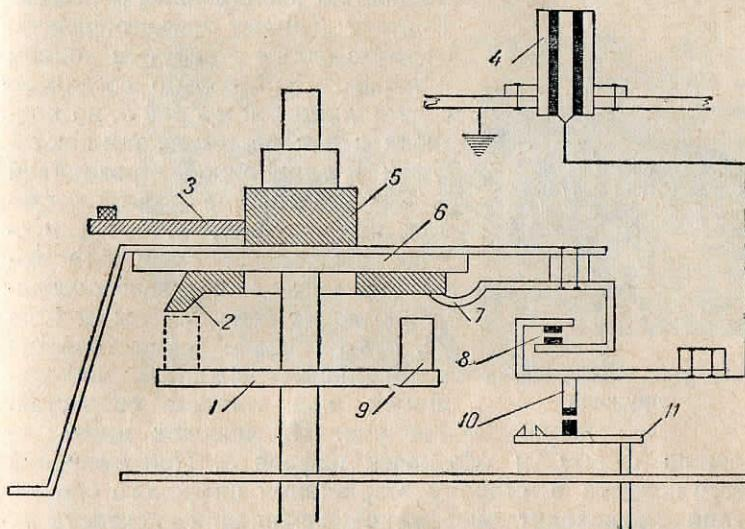
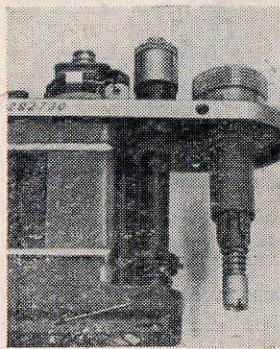

Рис. 163. Схема синхроустройства в аппарате «Зенит-С»
Рис. 164. Пластинчатая пружина
**Синхроустройство.** Работа синхроустройства в аппарате «Зенит-С» происходит в следующем порядке (рис. 163).
полнительные контакты 8, а для того, чтобы эти контакты могли размыкаться после срабатывания затвора, к верхнему контакту в нижнем его отводе укреплен изоляционный столбик 10, который после срабатывания затвора размыкается рычагом 11. Назначение защелки — удерживать вторую шторку до определенного времени в раскрытом состоянии. Работает защелка в синхроустройстве следующим образом. Верхнее положение ее постоянно удерживается пластинчатой пружиной 1, указанной на рис. 164. При нажатии на спусковую кнопку пружинная пластина отжимается, увлекая за собой и рычаг 11 (рис. 163). Спускаясь вниз, рычаг 11 освобождает упор столбика 10, который в силу своей упругости устремляется книзу; вследствие этого и замыкаются контакты 8.
На рис. 163 поводок имеет условную форму и обозначен цифрой 3. При смещении этого поводка в сторону возрастания цифрового обозначения происходит опережение замыкания контакта 9, а следовательно, и самой вспышки.
Контакты не замыкаются во время работы затвора. Для устранения неисправности снимают верхнюю крышку и, как уже было сказано выше, при помощи лампочки и батарейки карманного фонаря или от другого источника тока в 3—5 в проверяют всю систему синхрозамыкания через штеккер 4 (рис. 163).
контакт книзу так, чтобы он все время соприкасался с нижним контактом и обязательно только при опущенном вниз рычаге 11 (рис. 163). При нерабочем положении рычага 11, когда он приподнят, контакты должны быть разомкнуты.
Нарушение работы кольцевого контакта 2 (рис. 163) может происходить от плохого соприкосновения с контактом 7. Для восстановления работы контактов 2 и 7 необходимо контакт 7 подогнать так, чтобы он плотно соприкасался с кольцом контакта 2.
То же самое нарушение может быть и при работе контакта 9. Это обнаруживается в том случае, если все контакты работают исправно. Однако обнаружить несрабатывание контакта 9 можно только после спуска затвора. Когда после срабатывания контакт 9 встанет в положение, обозначенное на рис. 163 пунктиром, проверяют, как хорошо соприкасаются контакты 9 и 2. Если они соприкасаются плохо, их подгибают и тем самым добиваются хорошего соприкосновения.